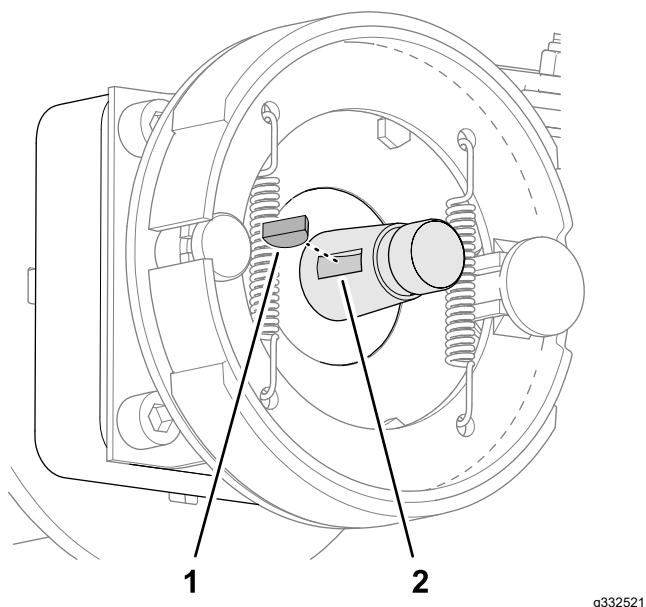

Figura 63
5. Retire la chaveta semicircular del eje del motor de rueda (Figura 63).